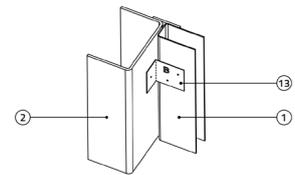

FIGURE 2
Plier le modèle B (13) tout au long de la zone de marquage et l'attacher aux zones marquées des surfaces respectives. Voir la figure 2.